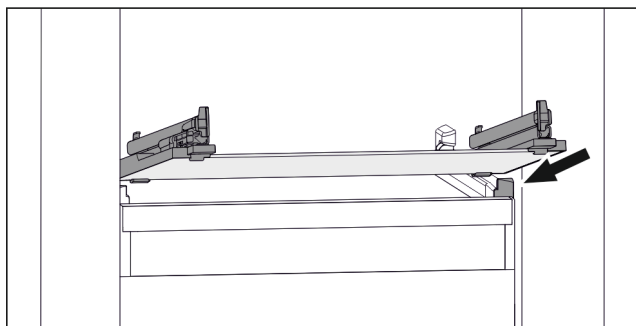

Fig. 134 Príklad zobrazenia sklenenej dosky
- ▶ Nasadte sklenenú dosku šikmo za záračkami. (pozri Fig. 134)